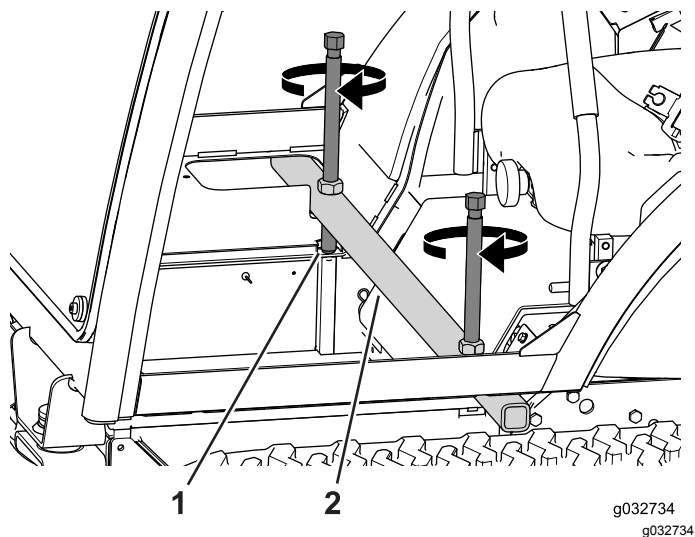

Figura 113
3. Coloque la barra de elevación a través del bastidor de la cabina (Figura 113).
4. Gire los tornillos de elevación de forma alternativa, unas pocas vueltas a la vez, hasta que la cabina pivote hacia adelante (Figura 113).